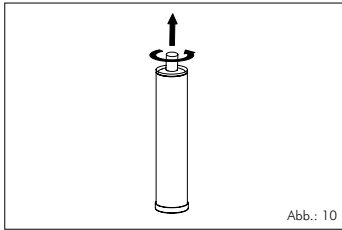

Abb.: 10
**5** Verschlussdeckel der Harzkartusche (Tangit iM 3000, 150 ml) abschrauben (siehe Abb.: 10).